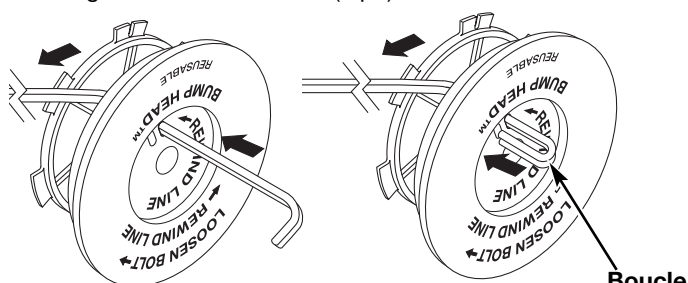

Fig. 15
7. Insérez l'extrémité du fil dans le trou ouvert du moulinet et tirez sur le fil pour que la boucle soit le plus petit possible (Fig. 15).